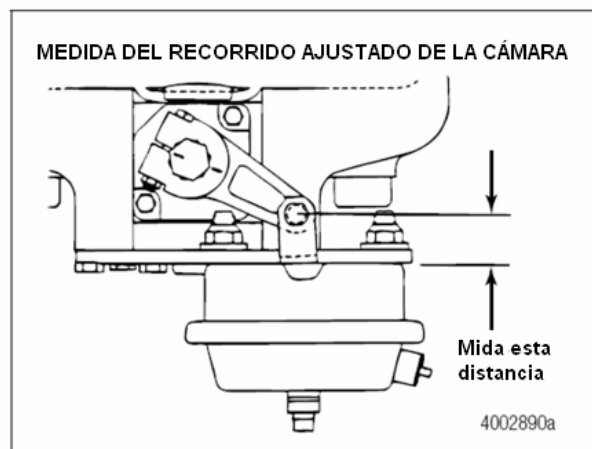

Figura 7.21
3. Mida la distancia desde el fondo de la cámara de aire al centro del pasador de la abrazadera mientras los frenos están liberados. Figura 7.21.